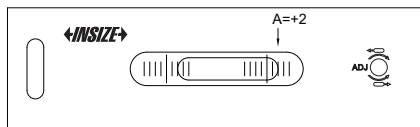

Fig.2
b) Quando la bolla smette di muoversi, leggere A sulla scala (Fig. 2).